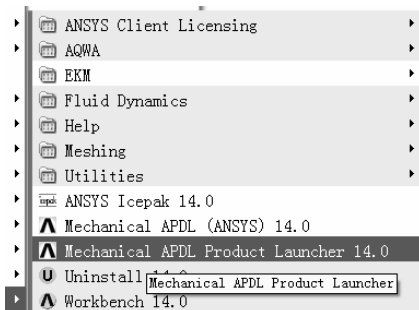
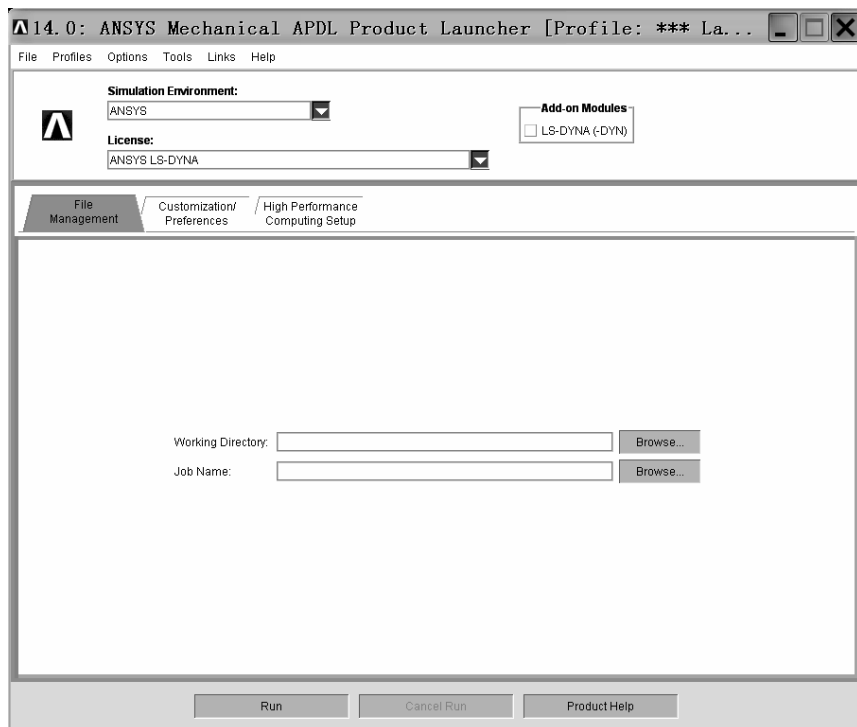

图 1-4 “Mechanical APDL Product Launcher 14.0”图标
图 1-5 “14.0: ANSYS Mechanical APDL Product Launcher [Profile:***La...” 窗口
(1) 在“开始”菜单中将鼠标指向“ANSYS 14.0”文件夹，出现“Mechanical APDL Product Launcher 14.0”图标（见图 1-4，在“ANSYS 10.0”版本中该图标的名字为“ANSYS Product Launcher”）。单击“Mechanical APDL Product Launcher 14.0”图标，弹出“14.0: ANSYS Mechanical APDL Product Launcher [Profile:***La...”窗口（见图 1-5）。